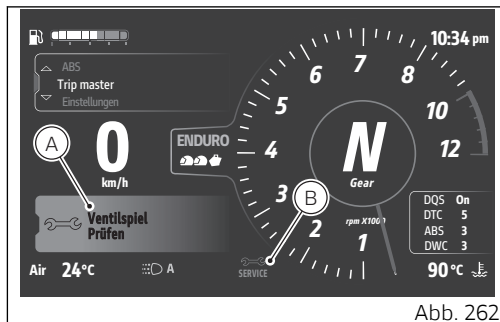

Abb. 262
Die Hinweise auf die Fälligkeit der Inspektion werden in 2 Formaten angezeigt: groß (A) und klein (B). In diesen Abbildungen werden die jeweiligen Positionen auf der Hauptseite (Abb. 262) und auf der Seite Ducati Connect (Abb. 263) angegeben.